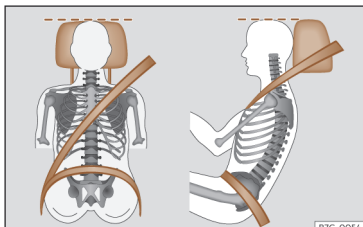

Fig. 18 Banda del cinturón y apoyacabezas ajustados correctamente.
- Mantenga la nuca lo más cerca posible del apoyacabezas >>> **fig. 18**.
- Ajuste longitudinalmente el asiento de forma que pueda pisar a fondo los pedales con las rodillas ligeramente flexionadas y que quede una distancia entre la zona de las rodillas y el tablero de instrumentos de al menos 10 cm (4 pulgadas) >>> **fig. 18**.